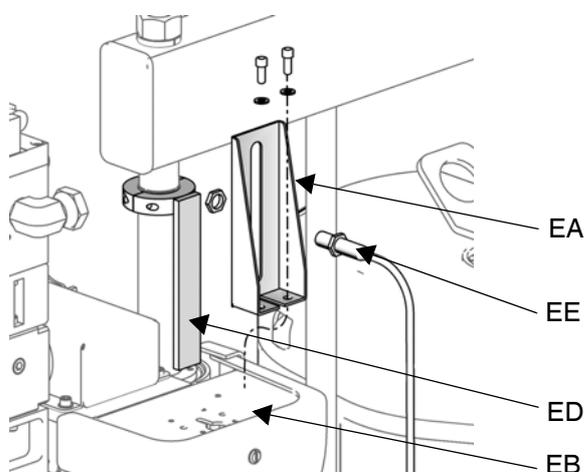

Fig. 9: Sistemas de suministro D200 y D200s
3. Para medir si el bidón está con nivel bajo o está vacío, fije un sensor (EE) en la ménsula de sensor (EA).
4. Para los sistemas de suministro D60, D200 y D200s: una el actuador (ED) a la varilla del pistón del ariete, cerca de la parte superior, de forma que pase por delante del sensor (EE) con el nivel correcto para bidón con nivel bajo o bidón vacío. Vea la FIG. 9.